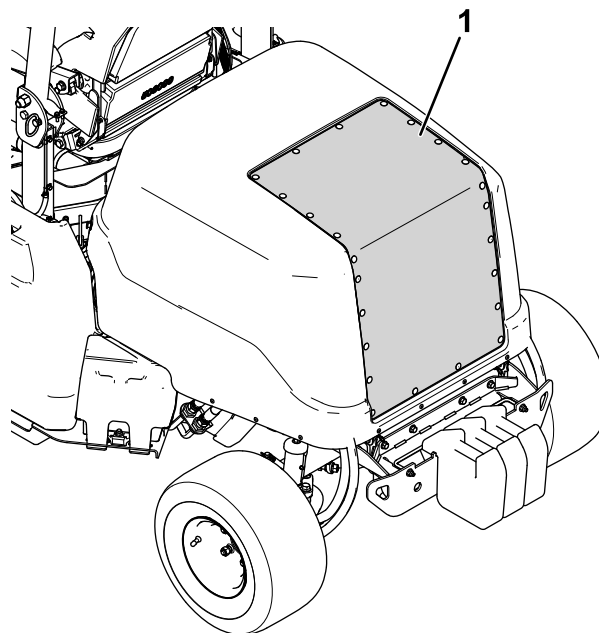

Рисунок 70
- Используйте сжатый воздух для очистки сетчатого фильтра на капоте (показанного на Рисунок 70). Направляйте воздух от машины.